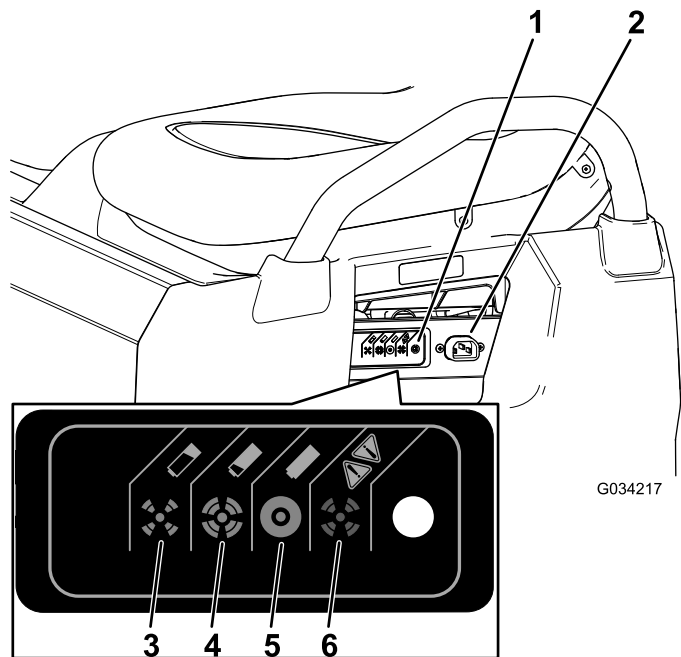

Bild 35
- Schließen Sie ein **16er (oder dickeres) 2,5 m oder kürzeres Ladekabel** an der Ladesteckdose der Maschine an (**Bild 35**).
In der folgenden Tabelle und in Bild 35 finden Sie Informationen über die Bedeutung der verschiedenen Farben der Statuslampe am Ladegerät.